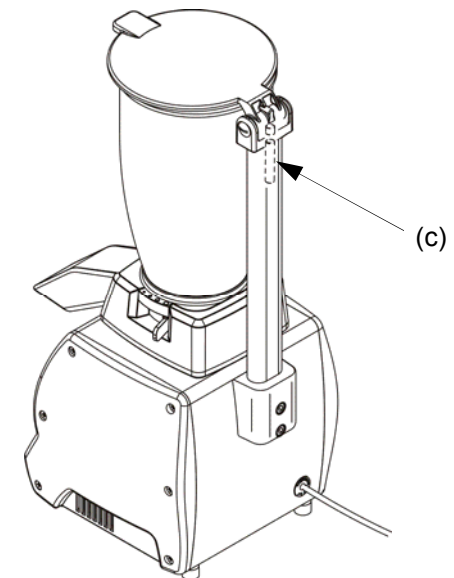

Abb. 7- Position des Mikroschutzschalters
**B.B.** Vor dem ersten Test sicherstellen, dass (siehe Abb. 7):